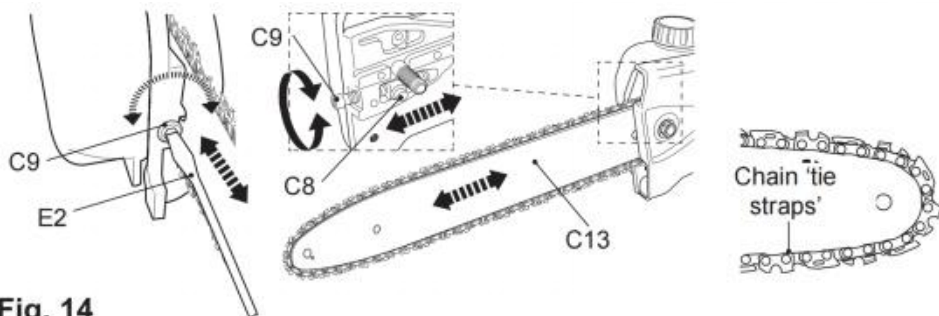

Fig. 14
3) Wkręć śrubę napinającą (C9) w prawo lub w lewo, aby wyregulować sworzeń napinający (C8) / prowadnicę (C13), aż „paski” łańcucha będą dotykały dolnej krawędzi prowadnicy (Rys. 14) .